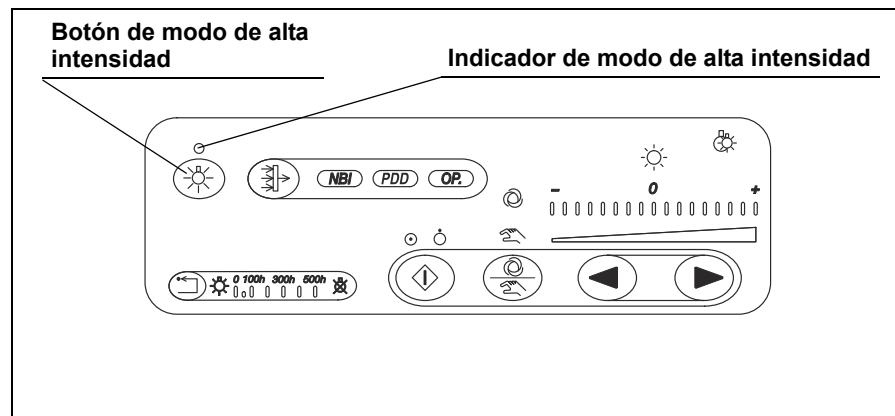

Figura 4.8
1. Pulse el botón de modo de alta intensidad. El indicador de modo de alta intensidad se ilumina y se activa automáticamente el modo de alta intensidad de la luz de exploración (véase la figura 4.8).